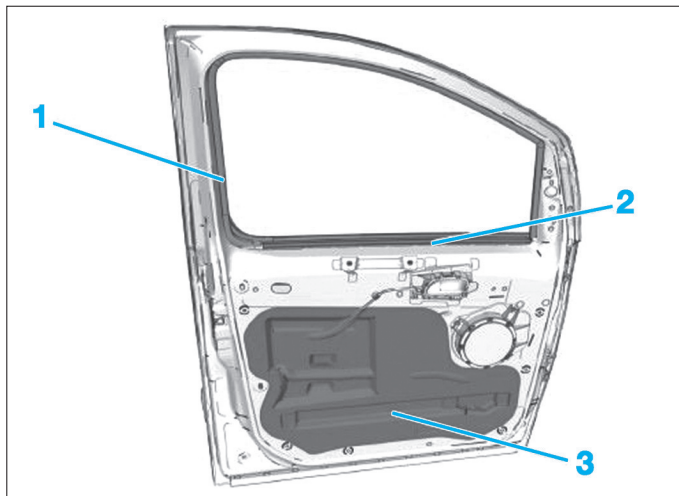
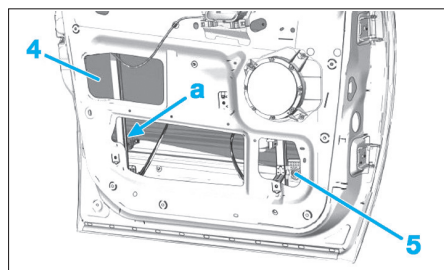

Fig. 64
Fig. 65
- le joint de coulisse de la vitre (1) de porte avant (Fig.64),
- le lèche-vitre intérieur (2),
- la feuille d'isolation/étanchéité (3).
- Dégrafer la vitre (4) de la porte latérale en (a) (Fig.65).
- Déposer la vis (5).